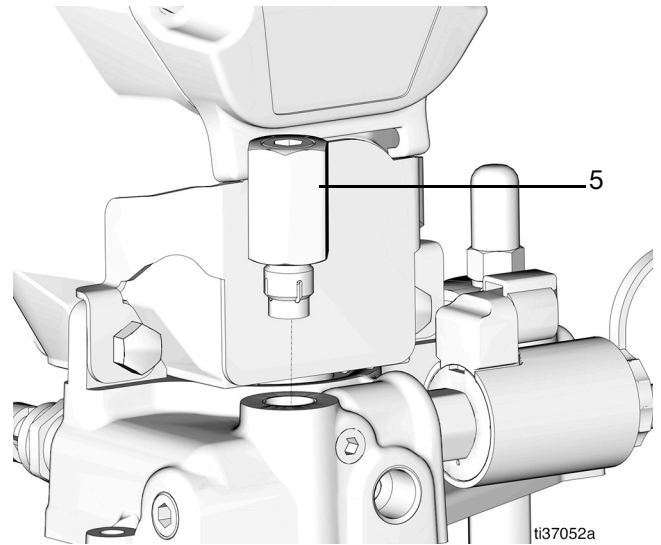

Рис. 31
9. Удалите картридж клапана сброса давления (5) (Рис. 31).